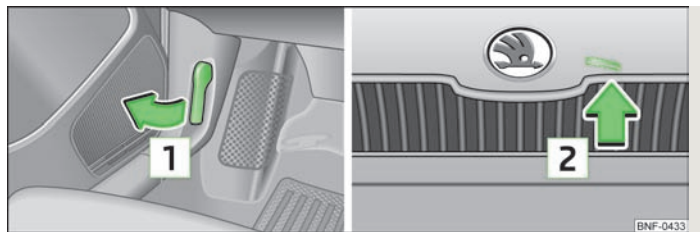

Abb. 95 Motorraumklappe entriegeln
- Am Entriegelungshebel **1** unterhalb der Schalttafel in Pfeilrichtung ziehen » Abb. 95.
- Den Entriegelungshebel in Pfeilrichtung **2** drücken » Abb. 95, die Motorraumklappe wird entriegelt.